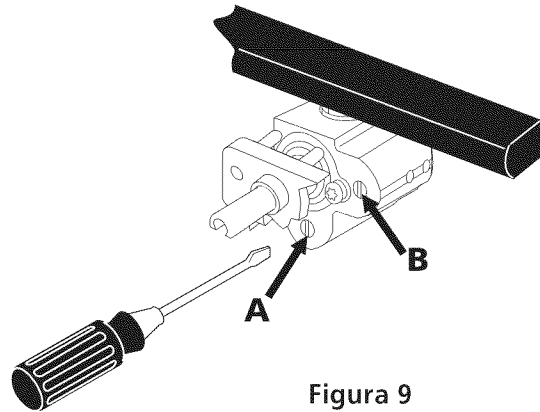

Figura 9
10.5 Ajuste bajo "LOW" para la válvula dual (Figura 9)